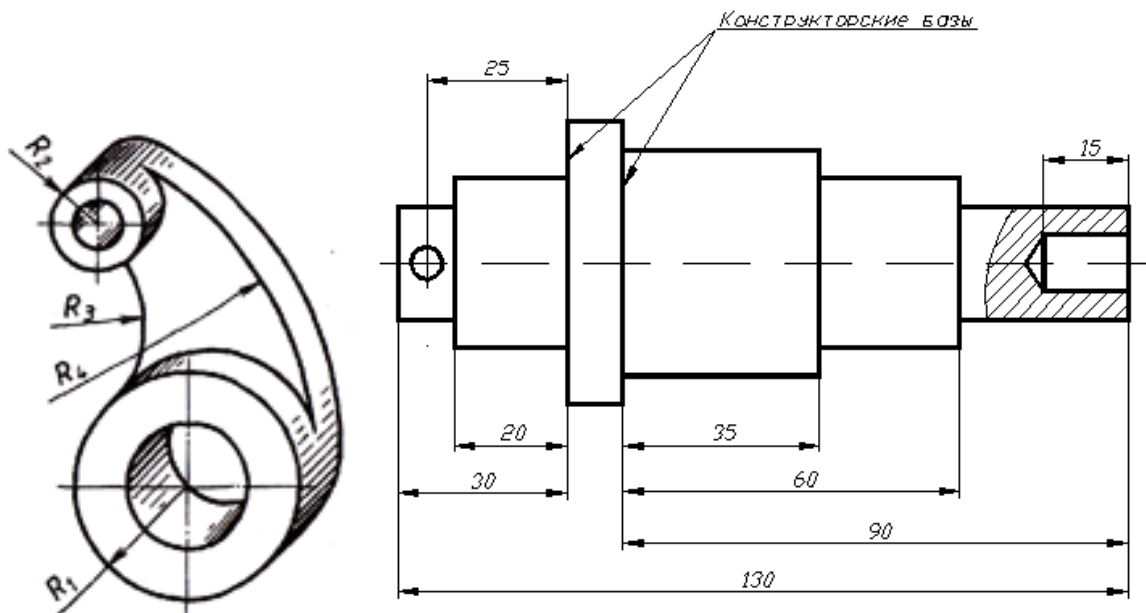

Рисунок 2.2 –
**Задание к теме 2.** По наглядному изображению детали (рисунок 2.2) выполните ее чертеж, применяя правила построения сопряжений. При выполнении задания принять следующие размеры:  $R_1 = 45$  мм,  $R_2 = 20$  мм,  $R_3 = 56$  мм,  $R_4 = 140$  мм. Расстояние между вертикальными осями 40 мм, между горизонтальными 108 мм. Диаметры внутренних отверстий принять произвольно.